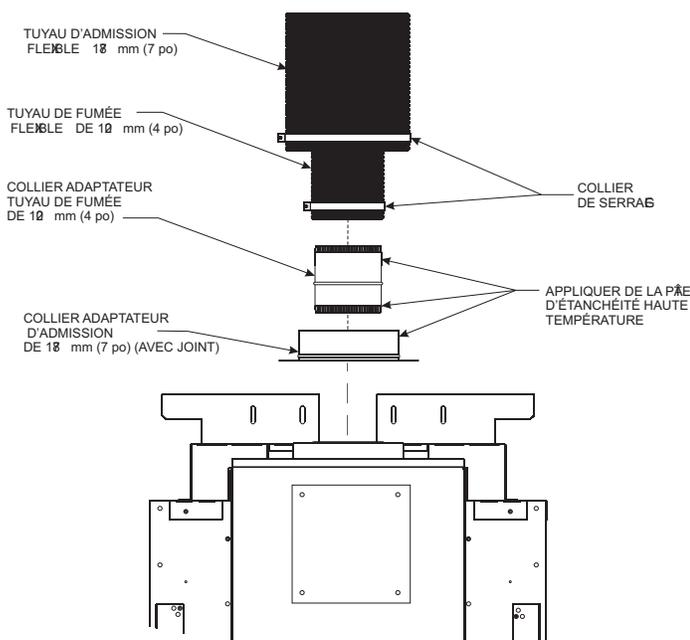

Figure 33
17. Pour raccorder les conduits d'évacuation au foyer, s'assurer que le collier adaptateur de 178 mm (7 po) de diamètre a été posé conformément à l'étape 3. Appliquer un cordon de pâte de silicone sur le raccord flexible de 102 mm (4 po) de diamètre puis enfiler le collier adaptateur du conduit flexible dans le collier d'évacuation du foyer et fixer en posant un minimum de deux (2) vis à travers le collier d'évacuation et l'adaptateur. Voir Figure 33.
18. Appliquer de la pâte d'étanchéité sur le collier adaptateur de 178 mm (7 po) de diamètre, enfiler le conduit flexible sur le collier puis fixer avec un collier de serrage de 178 mm (7 po) de diamètre. Voir Figure 33.